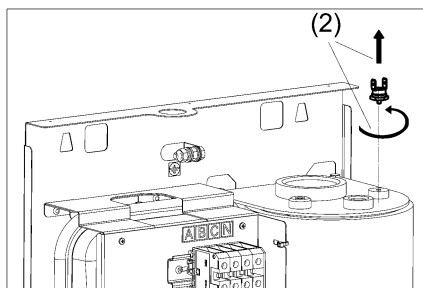

Рисунок 12. Замена аварийного самовозвратного термовыключателя
- (1) Отсоедините наконечники жгута управления от аварийного самовозвратного термовыключателя.
- (2) Выверните аварийный самовозвратный термовыключатель (см. рис. 12).
- (3) Вверните новый аварийный самовозвратный термовыключатель, используйте термопасту.
- (4) Подсоедините наконечники жгута управления.
- (5) Проверьте надёжность контактов электрического соединения.